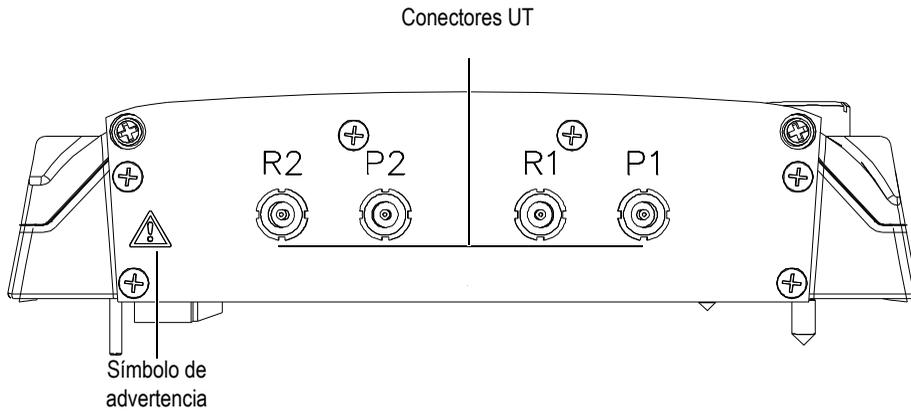

Figura N-1 Vista lateral del módulo
- Para reducir el riesgo de descargas eléctricas, evite tocar el conductor interno de los conectores LEMO. Es posible que el conductor interno de los conectores UT presenten una tensión de hasta 340 V. El símbolo de advertencia cerca de los conectores LEMO indica riesgos de descarga eléctrica (vea la Figura N-1 en la página 206).